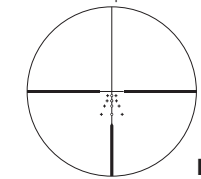
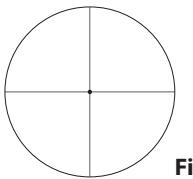

Fig. 3-1
Fig. 3-2
(1) Mise au point
- ➊ Regardez dans l'oculaire, l'œil placé à environ 10 cm (4 pouces) de la lentille oculaire, pour voir le réticule BDC perfectionné (Fig. 3-1) ou le réticule à croisée de fils fins avec point (Fig. 3-2). Assurez-vous que votre œil est correctement aligné et positionné à la bonne distance, afin d'éviter que votre vue soit "bouchée".